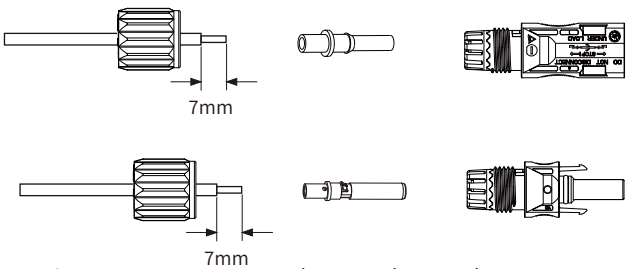

Figura 5.3 Desmontagem da porca de capa do conector
a) Descasque o fio CC cerca de 7mm, desmonte a porca de capa do conector (veja figura 5.3).